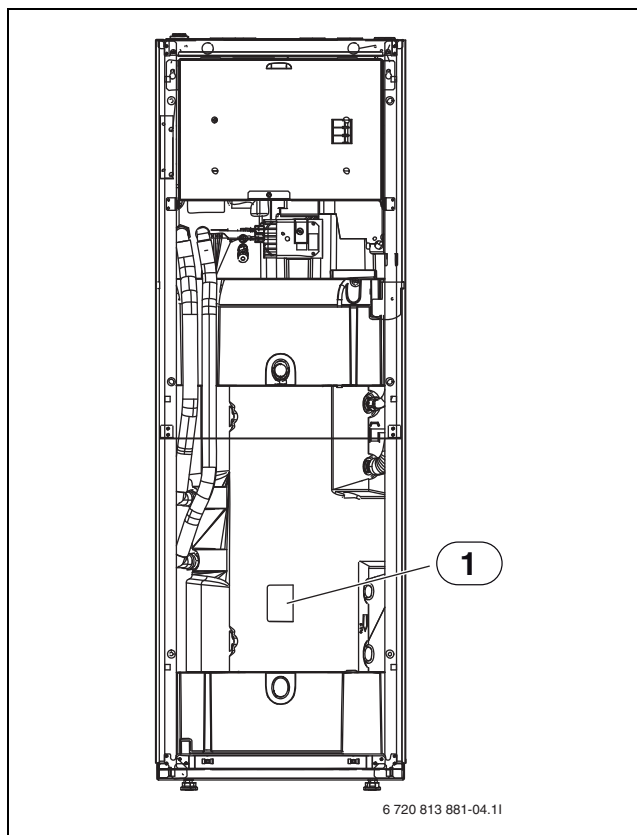

Fig. 12 TW1 og TS2 føler
- ▶ Montering af beholderføler TS2 (→ fig. 12).